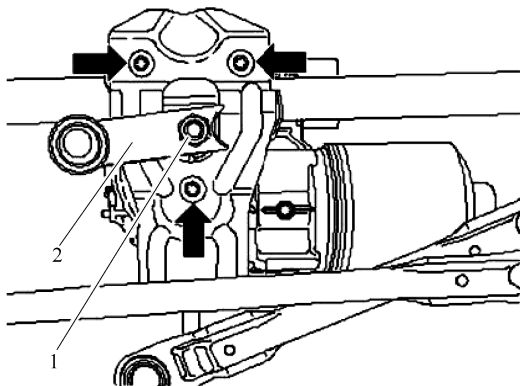

图 5-3-5 拆卸电动机曲柄
③ 旋出固定螺母 1。
④ 将刮水器电动机曲柄 2 从刮水器电动机轴上取下。
⑤ 旋出固定螺栓(箭头处),取下支撑板,如图 5-3-5 所示。
⑥ 从刮水器框架上拆下带刮水器电动机控制单元 J400 的车窗玻璃刮水器电动机。
① 安装带刮水器电动机控制单元的车窗玻璃刮水器电动机时,一定要确保刮水器电动机轴在正确安装位置。